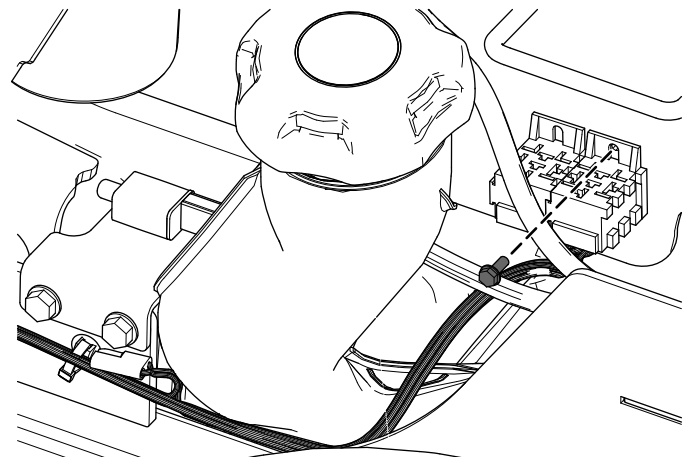

Figura 15
4. Prenda a cablagem próximo dos relés utilizando o parafuso Taptite (Figura 15).